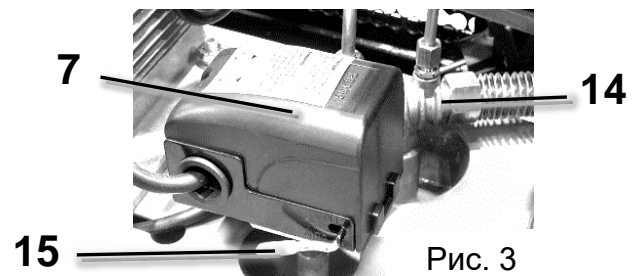

Рис. 3
- открутите шестигранную головку обратного клапана 14 (рис. 3);